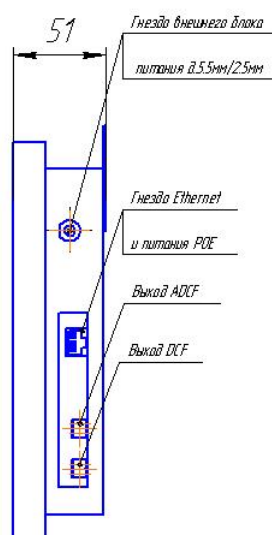

Рис. 3 Часы ЦВС-4.100В, расположение интерфейсных разъёмов
- порт **Ethernet** (см. рис. 3) – для подключения к сети Интернет (локальной вычислительной сети);
- **пассивный выход DCF**-сигнала синхронизации («DCF» на рис. 3) – для синхронизации часовой станции ЧСР, первичных часов ЦП, цифровых часов ЦПВ и прочего оборудования АО «Хронотрон», при одиночном подключении с оптической развязкой выхода;
- **активный выход DCF**-сигнала синхронизации («ADCF» на рис. 3) – для синхронизации с множественным подключением к часам ЦВС по схеме шины или звезды часовых станций ЧСР, первичных часов ЦП, цифровых часов ЦПВ и прочего оборудования АО «Хронотрон» без изоляции выхода.